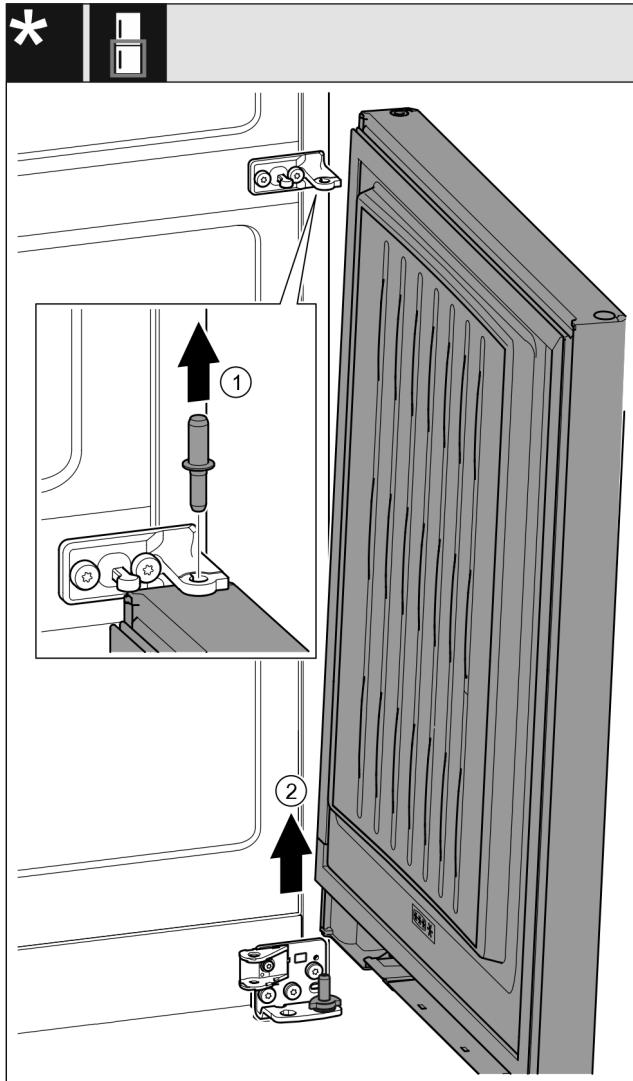

Fig. 27 Mit Schließdämpfer\*
- Bolzen Fig. 27 (1) nach oben herausziehen.\*
- Tür Fig. 27 (2) herausschwenken, nach oben ziehen